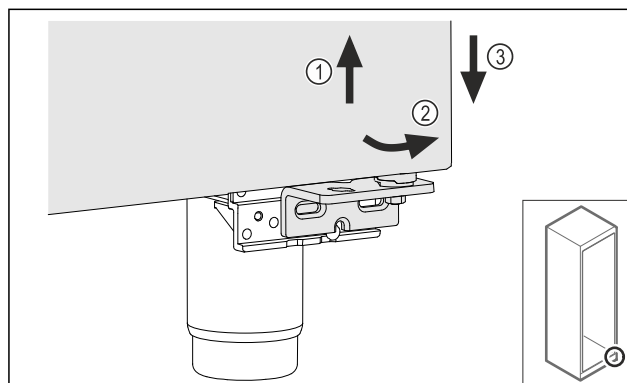

Fig. 19
- ▶ Ανασηκώστε ελαφρώς την πόρτα Fig. 19 (1), γείρετέ την κάτω προς τα εμπρός Fig. 19 (2) και κατεβάστε τη Fig. 19 (3).